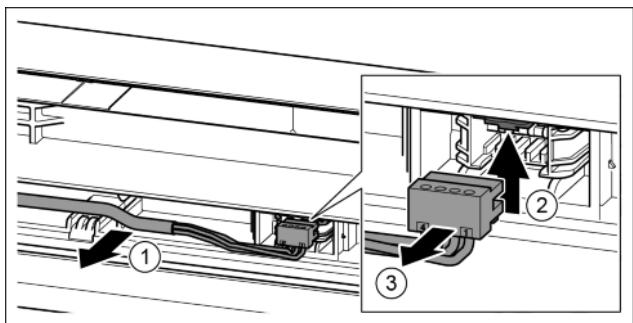

Fig. 22
- Šedý kabel opatrně uvolněte z vedení ve dveřích. Fig. 22 (1)
- Lamelu zatlačte nahoru. Fig. 22 (2)
- Opatrně vytáhněte zástrčku. Fig. 22 (3)